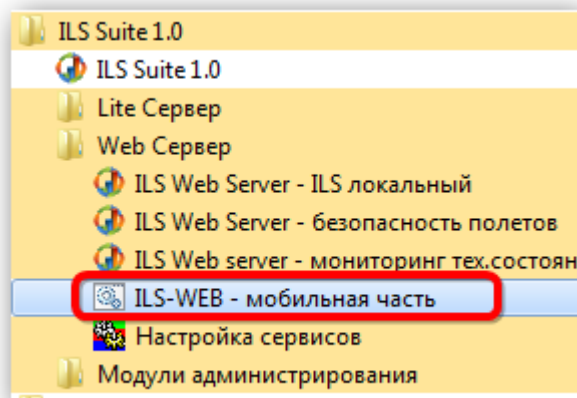

Рис. 4-5 – Запуск модуля «ILS-WEB – мобильная часть»
1) Выбрать в системном меню ОС Windows «Пуск» → «Все программы» → «ILS Suite 1.2» → «Web Сервер» → «ILS-WEB – мобильная часть» (рис. 4-5)²⁾.